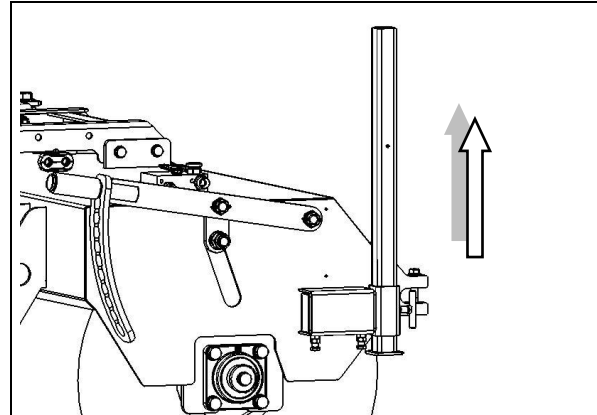

Fig. 4.9
- Bei freikehrender Kehrmaschine Profi 660 die beiden Abstellstützen (Fig.4.9) nach oben versetzen und mit Knebelschraube sichern.